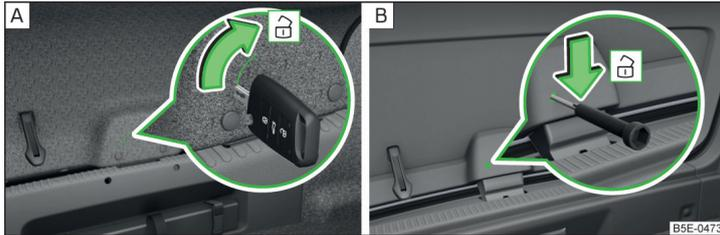

Abb. 210 Notentriegelung: Variante 1 / Variante 2
- » In die Öffnung in der Verkleidung » Abb. 210 - **A** einen Schraubendreher oder ein ähnliches Werkzeug bis zum Anschlag einführen.
- » In die Öffnung in der Verkleidung » Abb. 210 - **B** einen Schraubendreher oder ein ähnliches Werkzeug bis zum Anschlag einführen.